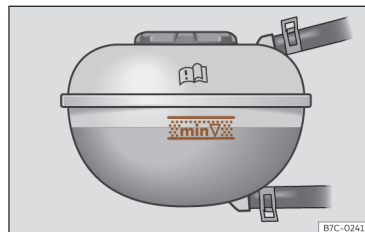

Fig. 229 No compartimento dianteiro:
- Com o motor a frio, verifique o nível do líquido de refrigeração nas marcas laterais do depósito de expansão >>> **Fig. 229**. O nível do líquido de refrigeração deverá encontrar-se entre as marcas.
- O nível do líquido de refrigeração deve encontrar-se dentro das marcas gravadas no depósito de expansão >>> **Fig. 229**. **Nunca exceda o limite superior da zona assinalada** >>> ⚠.
>>> Fig. 229. Caso contrário, quando a temperatura sobe, o líquido restante será expulso do sistema de refrigeração do motor e pode causar danos.